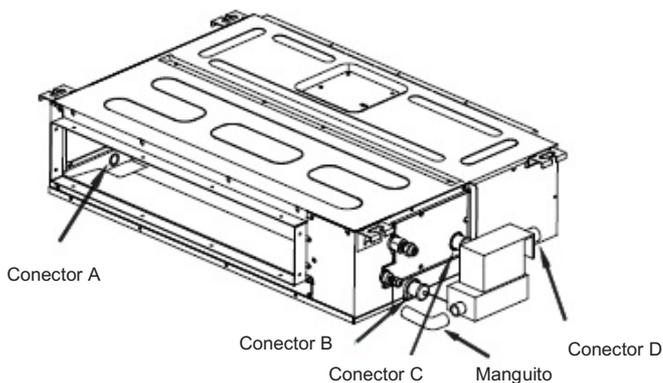

Fig. 2
1.2 Con bomba externa (solo en modelos de 18 K) Los conectores de desagüe A, B y C vienen protegidos con una capucha. Quite la capucha del conector de desagüe B y conecte la bomba externa utilizando un manguito y dos abrazaderas. A continuación, conecte el tubo de desagüe al conector D (ver Fig. 2). Conecte la bomba externa a la clavija «PUMP» y el sensor de nivel de agua a la clavija «CN5» para poder ponerla en marcha. (Ver Fig. 4).